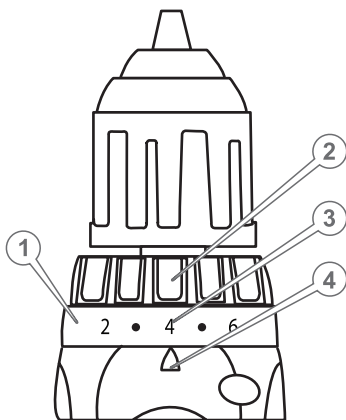

Рисунок 3. Схема встановлення ступеня крутного моменту.
– кільцем-регулятором муфти (2, рис. 1) встановити необхідний крутний момент або режим свердління. Крутний момент визначається експериментально й має відповідати діаметру з'єднання та твердості матеріалу, у який він вкручується. Якщо прикласти занадто великий момент, головка шурупа може бути пошкоджена. Обов'язково відрегулюйте положення кільця регулятора моменту затягування відповідно до діаметра гвинта. На виробі ступінь крутного моменту позначений цифрами й мітками на кільці-регуляторі крутного моменту затягування. Значення крутного моменту, що відповідає положенню цифри «1», є мінімальним і навпаки (рис. 3). Провертайте кільце регулювання крутного моменту у вибраному напрямку до поєднання трикутної мітки на верхньому боці корпусу з одним із цифрових символів кільця (або з однією з міток градування). Перед початком роботи закрутіть пробний шуруп для вибору крутного моменту, необхідного для цього матеріалу й розміру шурупів.